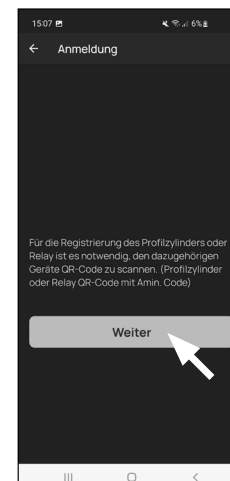

Fig. 4
- 4 Selezionare "Weiter" (Avanti) (Fig. 4). Potrebbe essere richiesto di confermare l'accesso dell'app alla fotocamera.